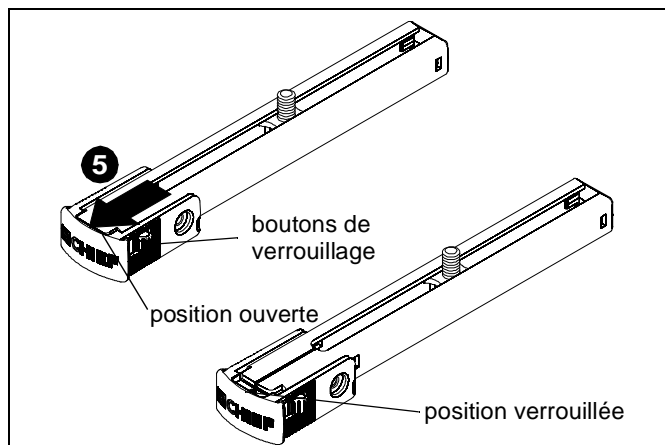

Figure 17
5. Appuyez fermement sur les boutons de verrouillage situés sur le pied du SLMU (K) en repoussant simultanément le couvercle enclipsé de la patte de fixation des montants coulissants fournis, jusqu'à ce que le couvercle enclipsé soit en position verrouillée. (Voir la Figure 17)